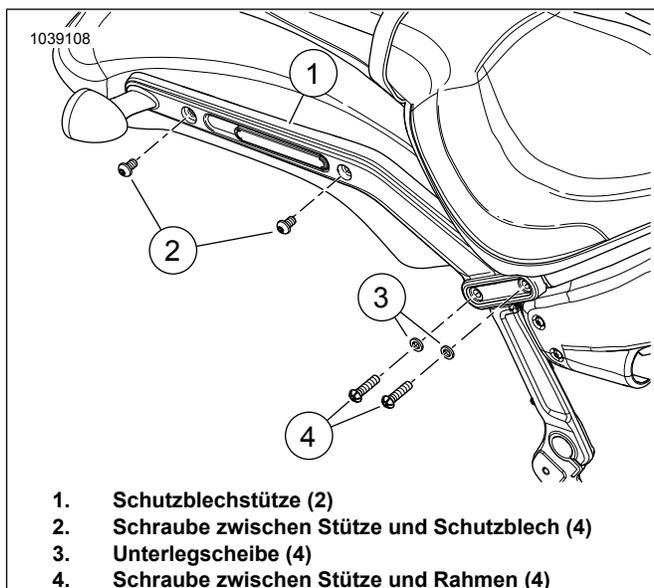

Abbildung 4. Befestigungsteile für Schutzblech (typisch)
4. Kennzeichenleuchten-Steckverbinder (3) trennen.
6. Siehe Abbildung 4. Das Schutzblech ausbauen. Siehe Werkstatthandbuch bezüglich weiterer Informationen.